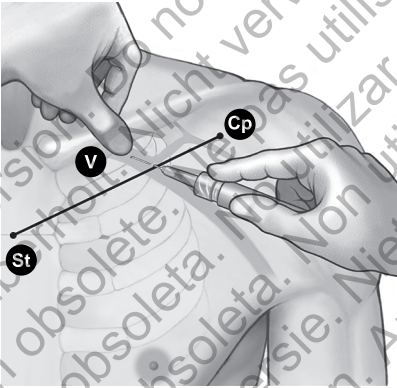

Abbildung 5. Platzierung des Daumens und Einstichstelle der Nadel
4. Drücken Sie den Daumen gegen den Zeigefinger und zielen Sie 1 bis 2 Zentimeter unterhalb der Clavicula, um den Musculus subclavius vor der Nadel zu schützen. (Wenn eine Hypertrophie des Musculus pectoralis erkennbar ist, sollte der Daumen auf einen Punkt ca. 2 Zentimeter unterhalb der Clavicula zeigen, da der Musculus subclavius ebenfalls hypertrophiert sein könnte) (Abbildung 5 Platzierung des Daumens und Einstichstelle der Nadel auf Seite 17).